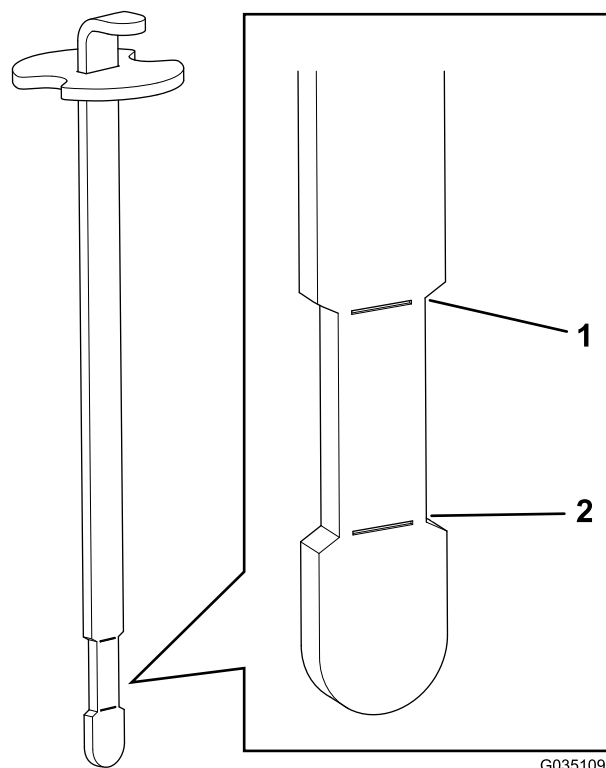

Figura 44
6. Inserite l'asta di livello nel collo del bocchettone, quindi estraetela e controllate il livello del fluido (Figura 44).